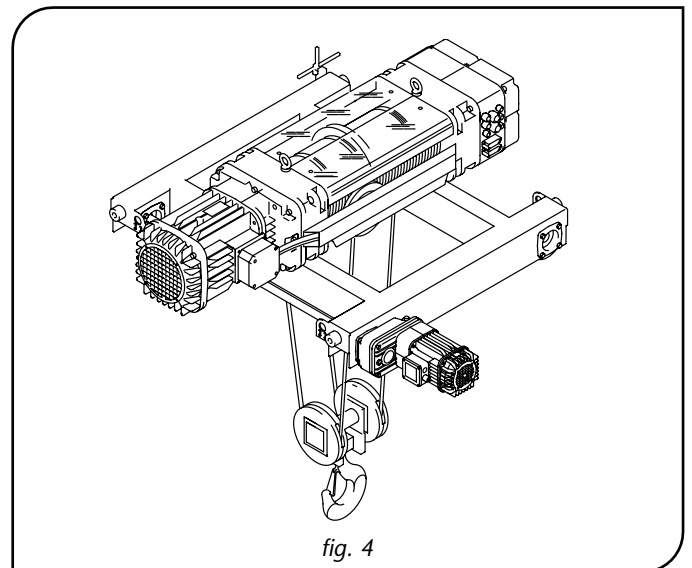

fig. 4
- **Avec chariot birail à commande électrique, type DRT:** (figure 4)